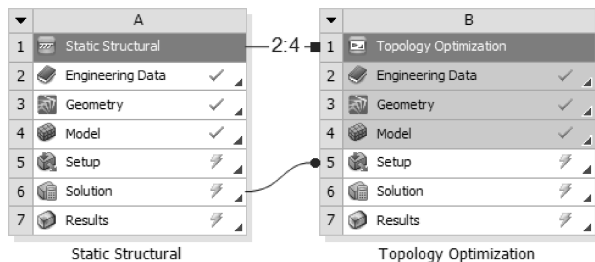

图 12-97 创建拓扑优化分析
(1) 右键单击结构静力分析【Solution】→【Transfer Data To New】→【Topology Optimization】到项目分析流程图，创建拓扑优化分析，如图 12-97 所示。